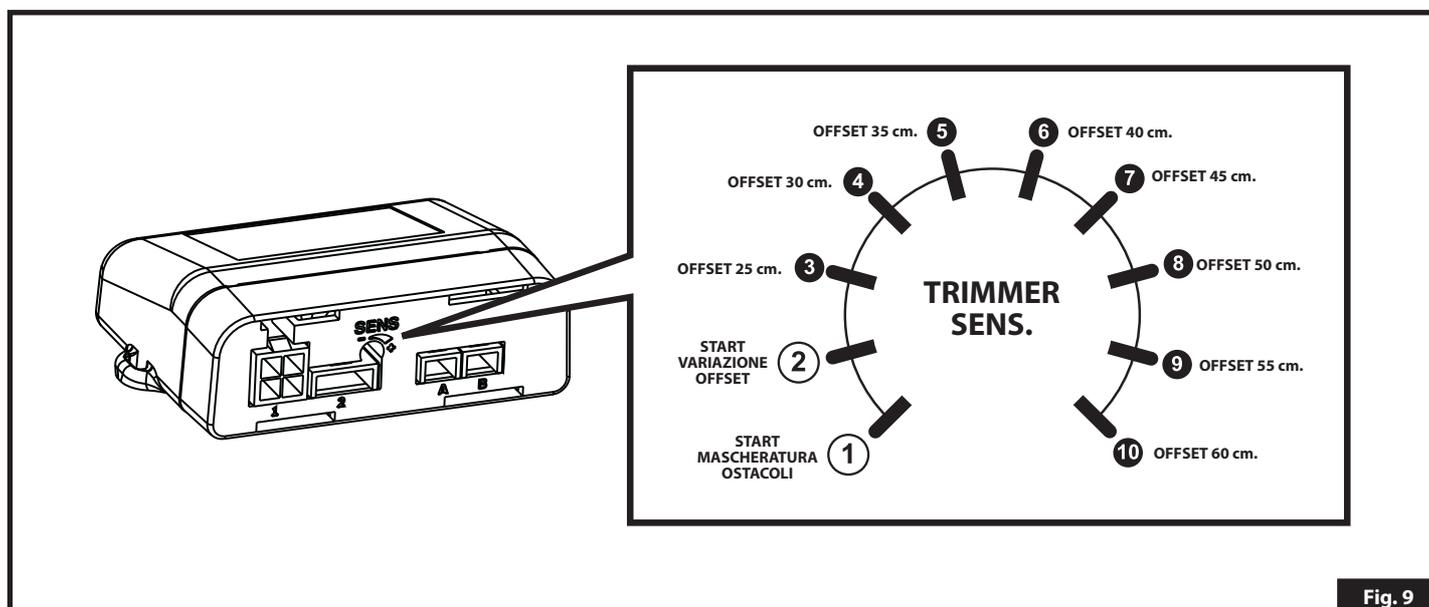

Fig. 9
NB: Prima di avviare la procedura decidere quale OFFSET si vuole memorizzare identificando in Fig.9 a quale posizione del trimmer corrisponde (es. 45cm= Pos.7).
2. Posizionare il trimmer sulla posizione 1 (vedi Fig. 9).